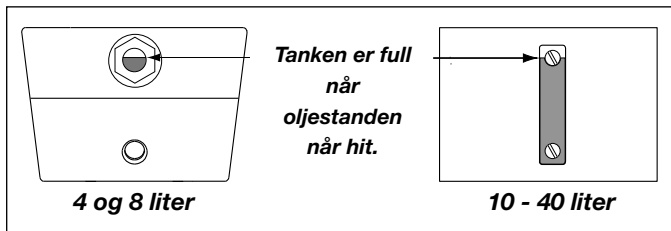

Fig. 4, Kontrollvindu
Kontroller oljestanden på pumpen før oppstart. Hvis oljestanden er lav, fjerner du oljefyllepluggen (A) fra dekselplaten (se fig. 2) og etterfyller olje etter behov. Tanken er full når oljestanden er som vist i fig. 4.